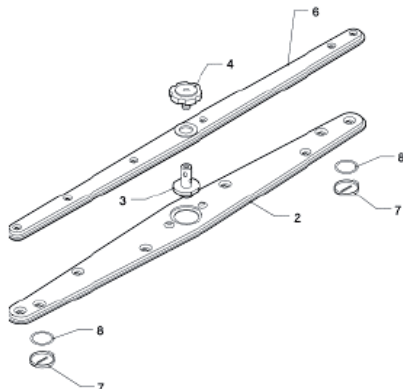

Abb. 14
- Demonieren Sie die Sprüharme (Abb. 14) (oben und unten 2,6) durch Abschrauben der Schrauben (4,3). Schreiben Sie die Aufsätze (7) auf beiden Seiten der Sprüharme ab.